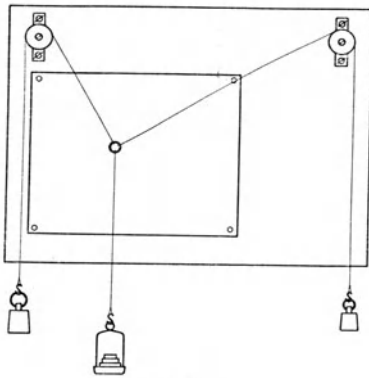

Fig. 31.
m) Befestige am Rande des Wandbretts die beiden Rollen und hefte den Papierbogen auf das Brett. Binde das eine Ende jeder der drei Schnüre an den Messingring, lege die rechte und die linke Schnur in die Rinnen der Rollen, laß den Mitarbeiter den Ring festhalten und belaste die freien Schnurenden mit 0,750 kg\* und 1 kg\*, hänge an das Ende der Mittelschnur die Wagschale und lege so viele Gewichte darauf, daß die Gesamtbelastung 1,250 kg\* beträgt (Fig. 31). Klopf gegen das Brett und zupfe mehrmals leicht an der mittlern Schnur. Mache mit einem spitzen Blei unter jede Schnur zwei